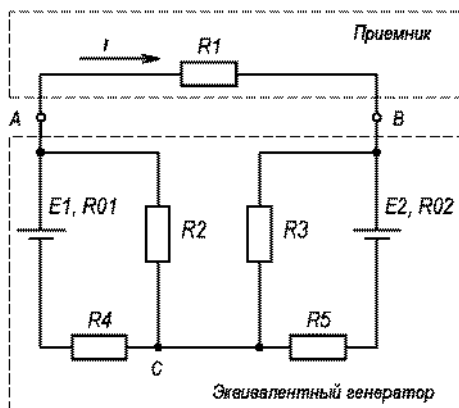

Рисунок 1.45
**Решение.** Выделим всю часть цепи, за исключением резистора  $R_1$ , в эквивалентный генератор (рис. 1.45).